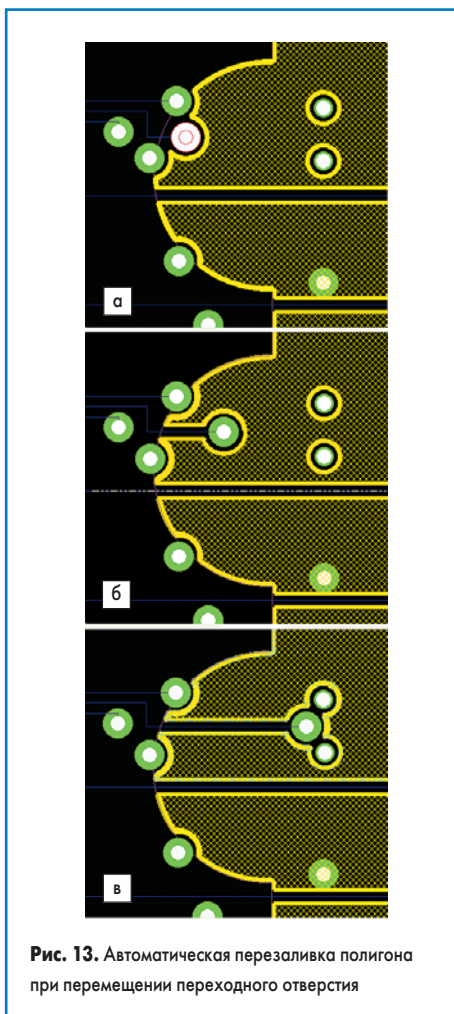

Рис. 13. Автоматическая перезаливка полигона при перемещении переходного отверстия
5. Наведем указатель мыши на одно из переходных отверстий в левой закругленной части полигона и нажмем левую кнопку мыши (рис. 13а).
8. Система зафиксирует новое положение переходного отверстия и перезалит полигон вокруг него (рис. 13б).
включена опция расталкивания и запрещены ошибки, то перемещаемое отверстие раздвинет их в стороны. Если препятствия будут зафиксированы, то отверстие упрутся в них с соблюдением заданного зазора и дальнейшее его перемещение будет невозможным (рис. 13в). Если ошибки будут разрешены, то оно просто пройдет сквозь них. Перезаливка полигона также выполняется автоматически при его перемещении. Следует помнить, что для перемещения полигона необходимо захватывать не сами части заливки, а контур объекта Template. Обычно это трудно сделать, так как контур объекта Template отображается линией нулевой ширины и скрывается под границей заливки. В этом случае выбор нужного объекта необходимо выполнять посредством